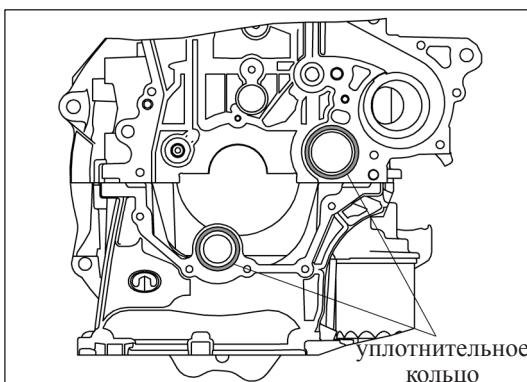

Рис. 11-4-12. Замена уплотнительного кольца
(4) Установка масляного насоса
- Перед установкой масляного насоса следует заменить уплотнительное кольцо на новое, см. рис. 11-4-12.